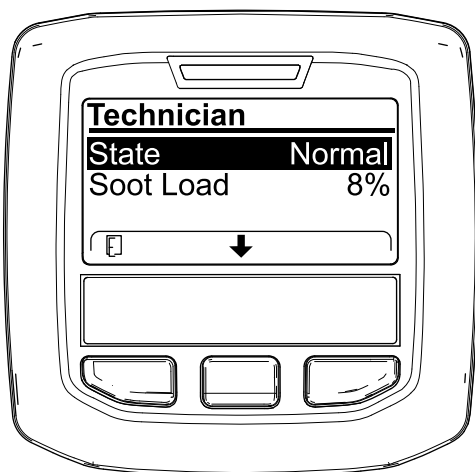

Figura 38
- Utilize a tabela de funcionamento do DPF para compreender o estado atual do funcionamento do DPF (Figura 38).